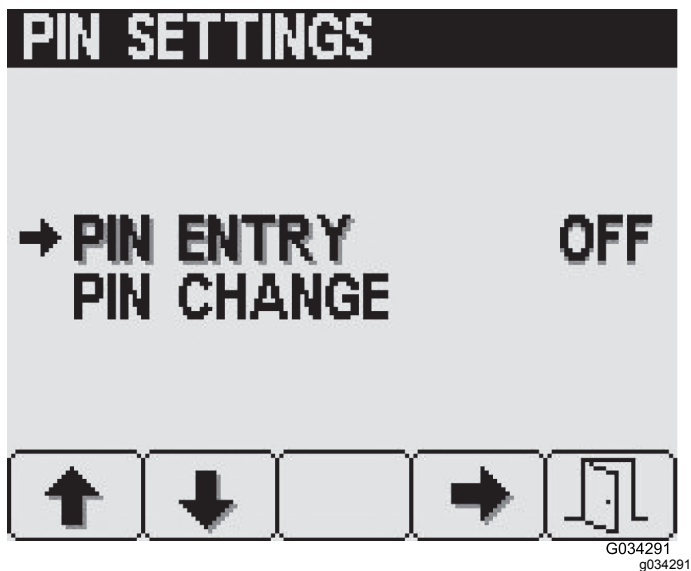

图 26
3. 从 PIN SettingsPIN 设置屏幕按 4 号按钮选择 PIN EntryPIN 输入打开或关闭 PIN 图 26。